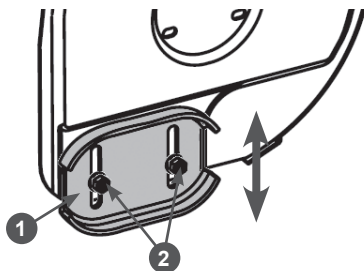

Рис. 27 Регулировка высоты забора снега
2. Открутите гайки 2 крепления ползков на 1-2 оборота и установите ползок на необходимую высоту (Рис. 27). Снова затяните гайки.